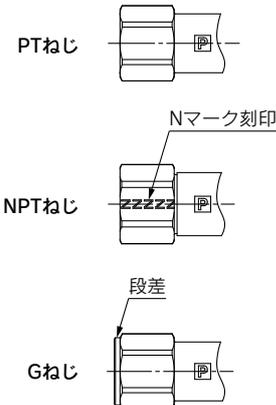

図11
① ねじ込み仕様はねじ規格により外観が異なります。(図11)